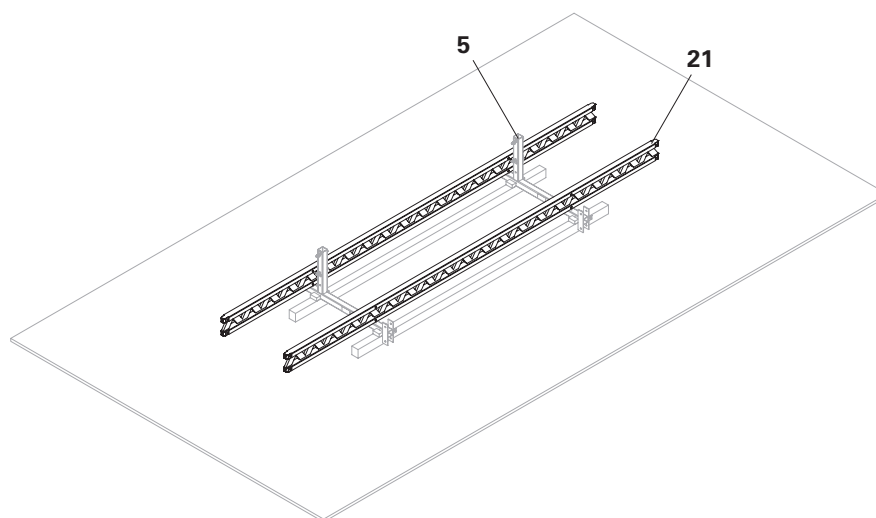

Fig. B5.05
2. Posizionare le travi per casseforme GT 24 (**21**) sulle travi della piattaforma di ripresa ACS (**5**) e allinearle. (Fig. B5.05)